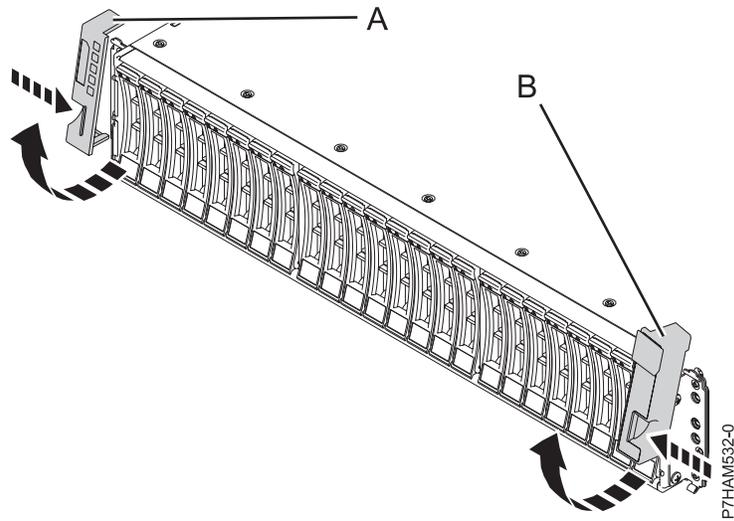

Figura 7. Extracción de las piezas biseladas laterales
1. Quite la pieza biselada de la parte izquierda (A) y la pieza biselada de la parte derecha (B) para mostrar los soportes de montaje.
2. Presione el pestillo para hacer girar la pieza biselada hacia arriba y extraerla del reborde del chasis como se muestra en la Figura 7 en la página 8.